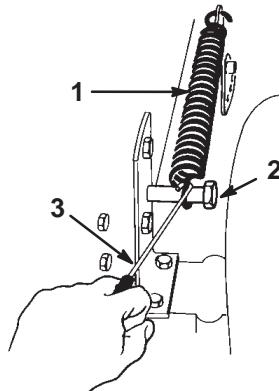

Bild 40
- 19.** Haken Sie die Feder des Schnitthöhenhubs an der Befestigungsschraube ein (Bild 40). Verwenden Sie dazu das mit dem Traktor mitgelieferte Federwerkzeug.